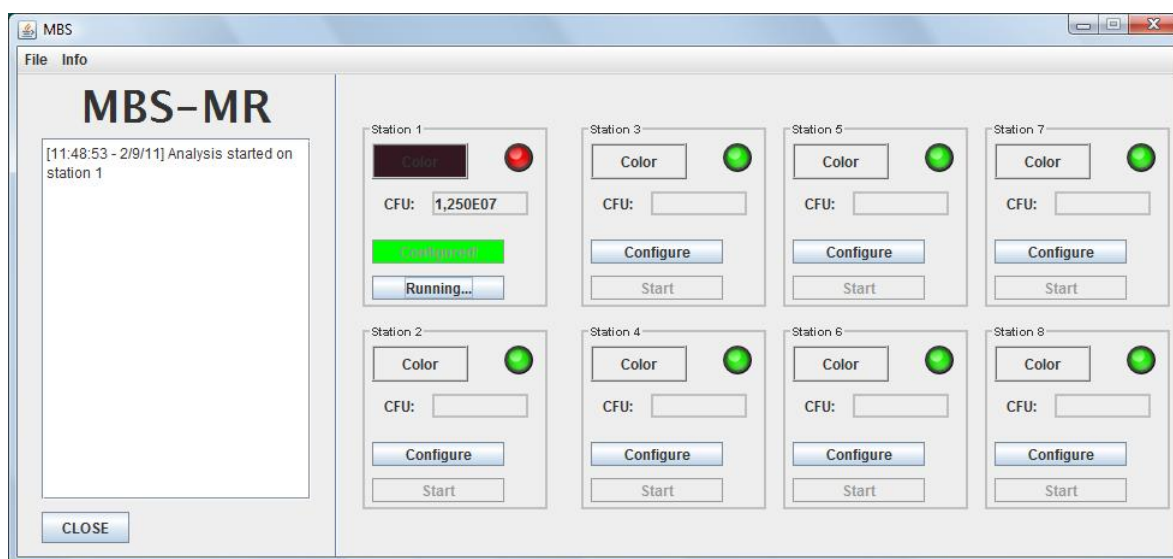

Fig. 17. MBS-MR – Interfaccia utente, prova avviata
- È possibile ora iniziare la prova cliccando una sola volta sul pulsante “Start” relativo alla postazione configurata. Il semaforo della stazione selezionata diventa rosso e il pulsante “Start” cambia in “Running...” (fig. 17);